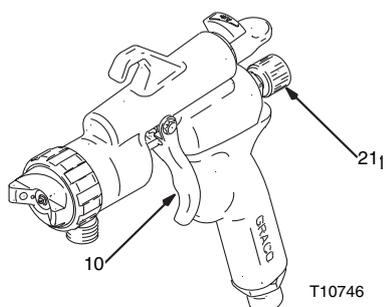

FIG. 2
- 1 Para obtener el máximo caudal, gire el mando de ajuste del líquido (21) en sentido antihorario hasta que el gatillo (10) se mueva libremente. Fig. 2.